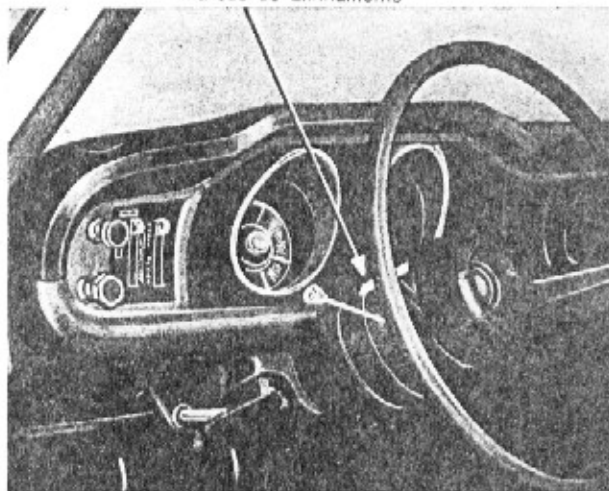

fig. 2 — marcas da posição reta para frente
2. Dirigir o veículo em linha reta o suficiente para estabelecer a posição reta das rodas dianteiras e, em seguida marcar o cubo do volante da direção e o colar da coluna da direção (fig. 2). **Não ajustar ainda a posição dos raios do volante da direção.** Se as rodas forem esterçadas durante a inspeção, alinhar as marcas para trazer as rodas à posição reta para frente.